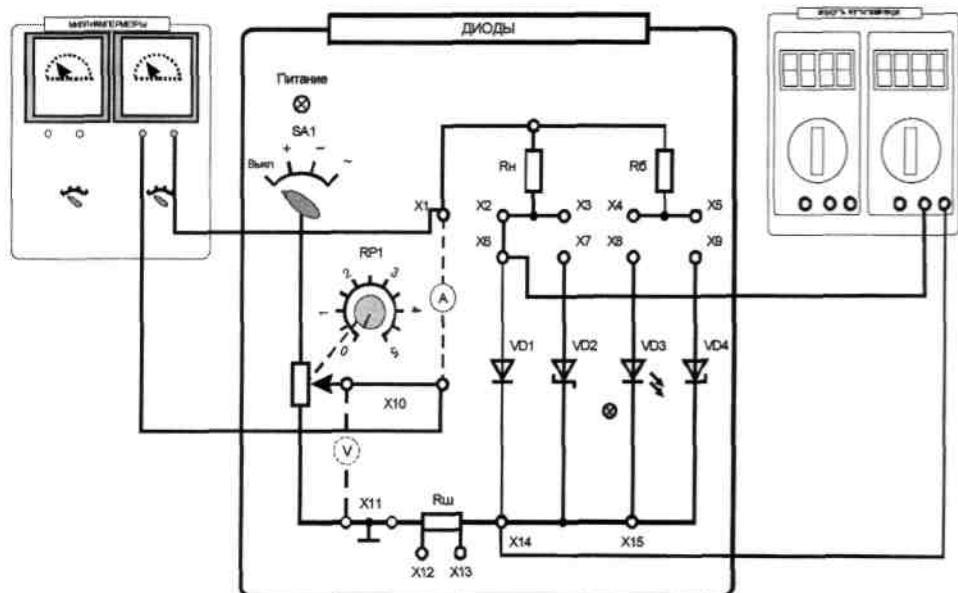

Рис. 3.1.4
постоянного напряжения (рис. 3.1.4). Включить электропитание стенда и установить переключатель SA1 в позицию «+».
3.3.1. Собрать схему для исследования стабилитрона на постоянном токе (аналогично схеме по рис. 3.1.4). Выполнить пункт 3.1.2 для стабилитрона. Построить график зависимости выходного напряжения  $U_{cm}$  от тока  $I_{cm}$ . Результаты занести в табл. 3.1.6.